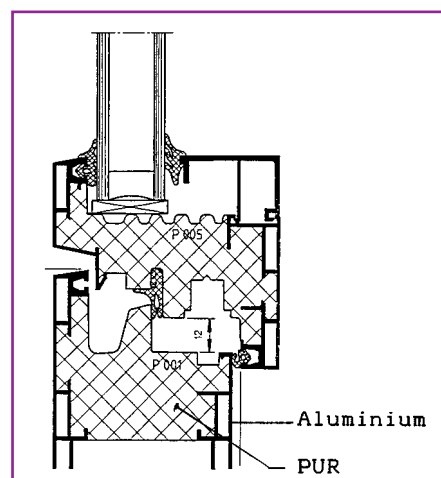

Bild 11: Aluminium-PUR-Schaum-Verbindung
- PUR-Schaum zwischen zwei Alu-Blenden (Bild 11).